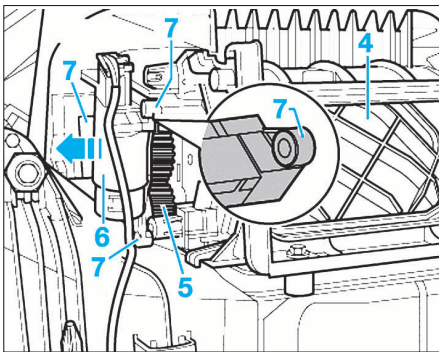

FIG. 42
- Passer la main dans l'ouverture d'aspiration du mode recyclage de l'air ambiant et amener le volet d'air de recyclage d'air (4) dans la position de fonctionnement sur "air frais" (l'ouverture d'aspiration du recyclage de l'air est obturée).
- Écarter le pignon (5) (Fig.42).
- Mettre en place le servomoteur (6) dans les fixations (7) et sur le pignon (5).